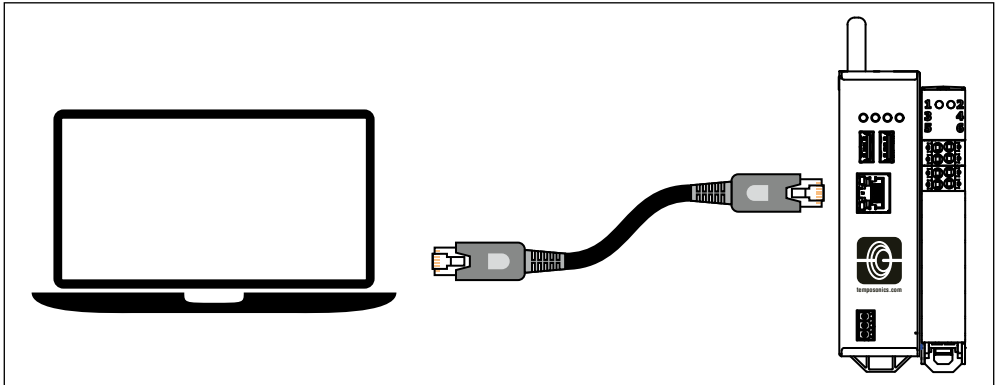

Abb. 16: LAN-Verbindung zwischen Computer und TempoGate® Sensorassistent
- Verbinden Sie den TempoGate® Sensorassistenten über ein Netzkabel mit Ihrem Computer (Abb. 16)